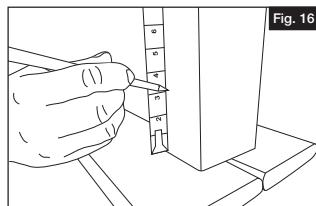

Fig. 16
- Establezca la ubicación de la parte inferior del panel plano en función de la altura deseada. Marque una línea en la superficie de montaje a esta altura y sume  $11\frac{1}{8}$ " que representa la parte superior del soporte de montaje (Fig. 16).